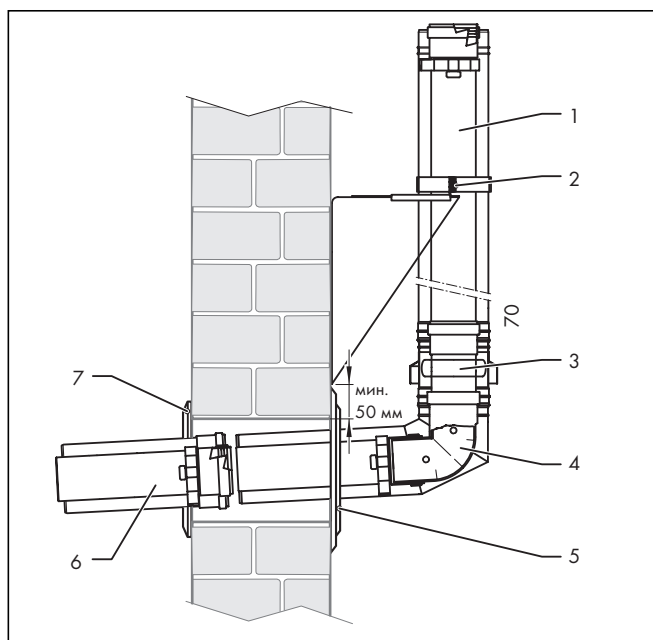

Рис. 4.71 Монтаж подключения для прокладки по наружной стене
- При монтаже используйте рис. 4.71 - 4.73.
- Подвесьте по одному хомуту воздуховода (8) на удлинение внешней стены (1) и воздухозаборник (3).
- Вставьте воздухозаборник (3) в колено стенового ввода (4) до упора, так же как и удлинение внешней стены (1) с воздухозаборником (3).
- Установите хомут воздуховода (8) над обеими зиговками (9, 11) и затяните натяжное устройство (10).
- Установите колено стенового ввода (4) с воздухозаборником и удлинением стеновой ввод.
- Наденьте стяжной хомут стеновой консоли (2) на удлинитель для наружной стены и прочно затяните оба зажимных винта.
- При необходимости укоротите длину белого удлинителя (6) по размеру.
- Насадите белый удлинитель (6) изнутри на колено стенового ввода (4).
- Привинтите внутреннюю манжету (7) изнутри.
- Привинтите внешнюю манжету (5) снаружи.